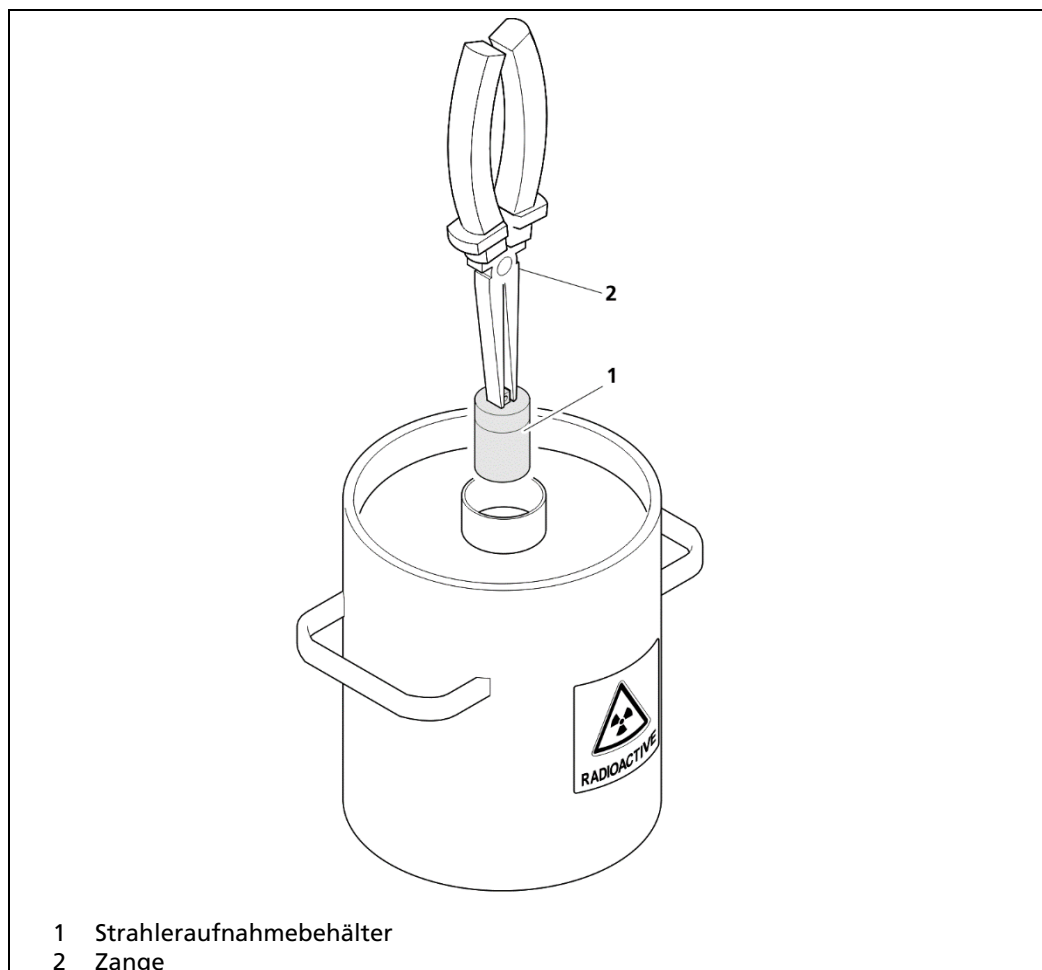

Abb. 8 Strahler aus Abschirmung ziehen
6. Ziehen Sie den Strahleraufnahmebehälter (Abb. 8, Pos.1) mit der Zange o.ä. (Abb. 8, Pos.2) aus der Abschirmung.